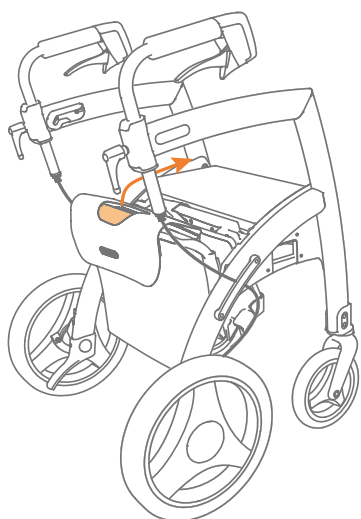

Figure 33: Tirer le dossier vers le haut et vers l'avant.
- Si vous voulez convertir le déambulateur en chaise roulante, dépliez le kit chaise roulante. Prenez la poignée du kit chaise roulante et tirez le dossier vers le haut et vers l'avant du Rollz Motion **(Figure 33)**.